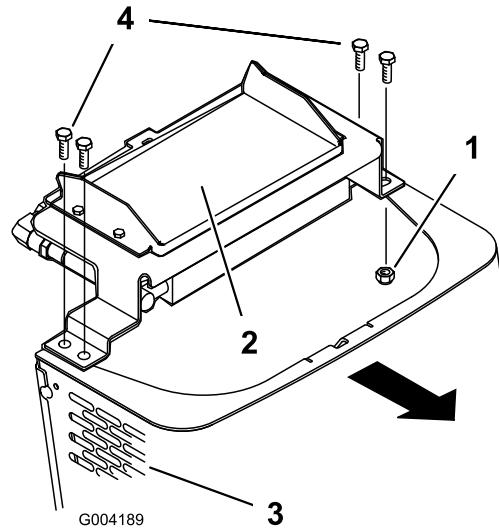

Figure 29
- Enlevez les boulons à épaulement et les écrous qui fixent le refroidisseur d'huile en haut du panneau avant (Figure 29).